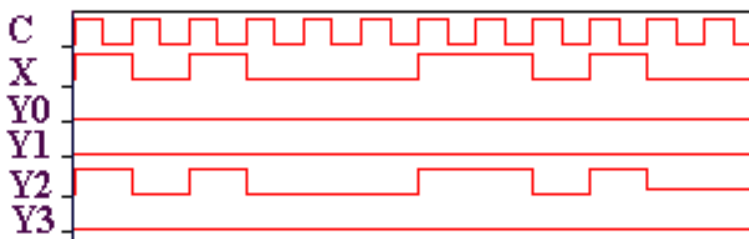

Рис. 64. Диаграмма работы демультиплексора
6. Выключить процесс моделирования, затем вернуть движок полосы прокрутки в крайнее левое положение и зарисовать диаграмму сигналов с экрана логического анализатора (рис. 64).